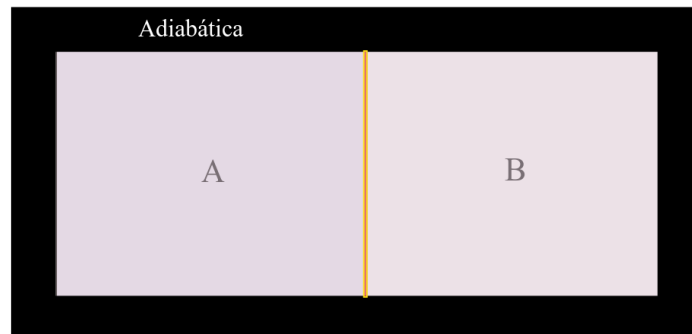

Figura 1: Ejercicio 3
- 3) Un cilindro dividido en dos partes contiene un gas ideal monoatómico ( $C_V = \frac{3}{2}R$  y  $\gamma = \frac{5}{3}$ ). La parte de la izquierda (A en la figura 1) está separada de la parte derecha (B en la figura 1) por un pistón *fijo* con un *aislante térmico*. Se suelta el pistón y se le quita el aislante térmico dejando al sistema que evolucione hasta el equilibrio.